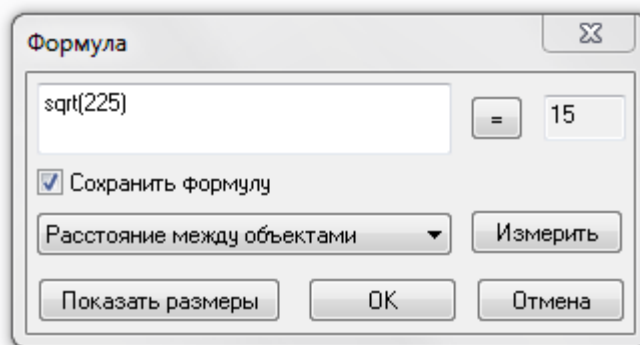

Рисунок 4-5
- Вызвать контекстное меню в поле ввода и выбрать команду меню **Формула...**(Рисунок 4-5).